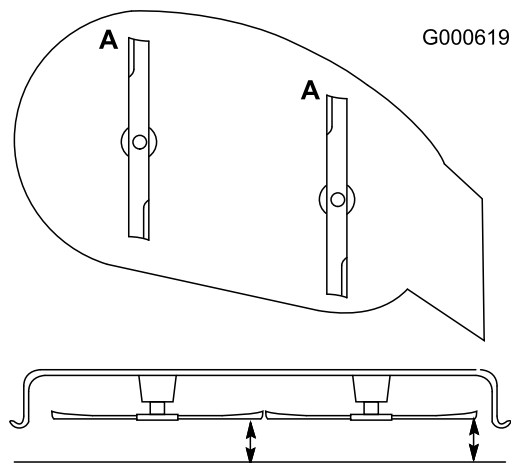

Figura 35
1. Girate le lame fino a disporle in parallelo con la lunghezza della macchina (Figura 35). Misurate da un piano orizzontale fino al tagliente delle lame, posizione **A**, (Figura 35). Prendete nota di questa misura.